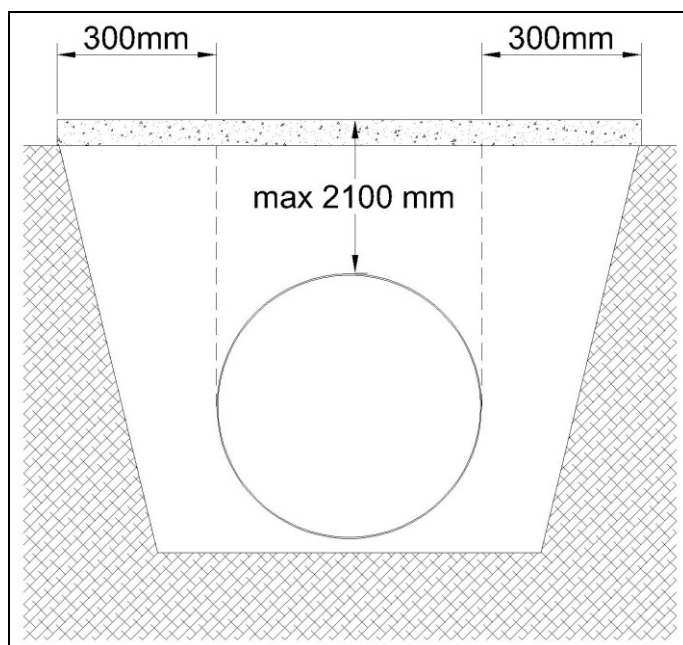

Figura 5
- La soletta in cemento di rinforzo, deve estendersi per almeno 30 cm, oltre la tangente perpendicolare al serbatoio, su entrambe i lati del serbatoio (figura 5).